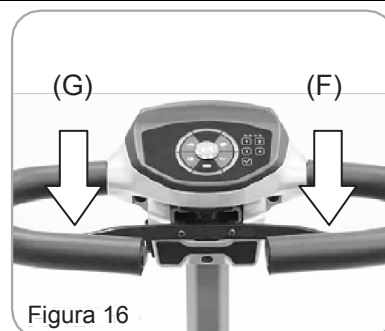

Figura 16
- Tire del acelerador derecho (F) para mover el scooter hacia delante. Tire del acelerador izquierdo (G) para mover el scooter hacia atrás. Esta función se puede invertir si es requerido por un proveedor local. (Figura 16)